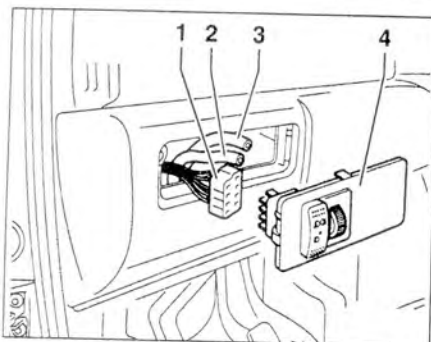

Рис. 5.4. Снимите панель 4 с регулятором высоты фар с панели приборов. Отсоедините разъем 1 и вакуумные трубки 2 и 3.
4. Снимите панель 4 с регулятором высоты фар с панели приборов. Отсоедините разъем 1 и вакуумные трубки 2 и 3 (рис. 5.4).